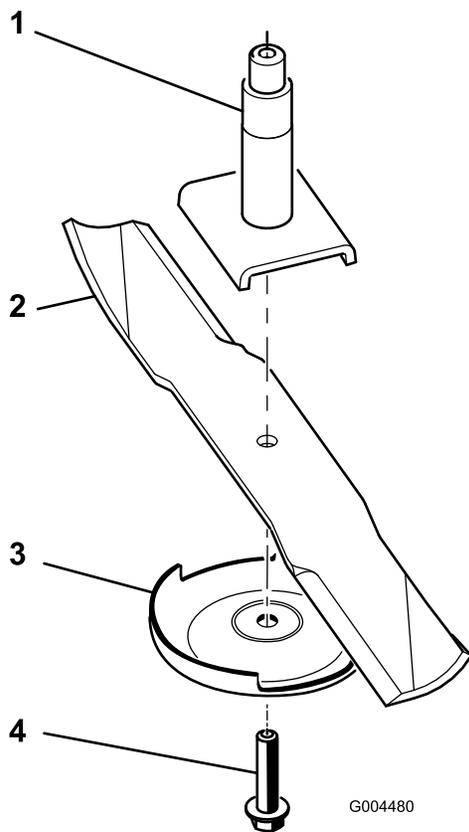

Figura 77
Nota: Se a lâmina ficar na horizontal é porque está equilibrada e pode ser utilizada. Se a lâmina não estiver equilibrada, lime algum metal da extremidade da aba apenas (Figura 77). Repita este procedimento até a lâmina estar equilibrada.
1. Instale lâmina no eixo (Figura 77).
2. Instale a placa antidanos e o parafuso da lâmina (Figura 77).